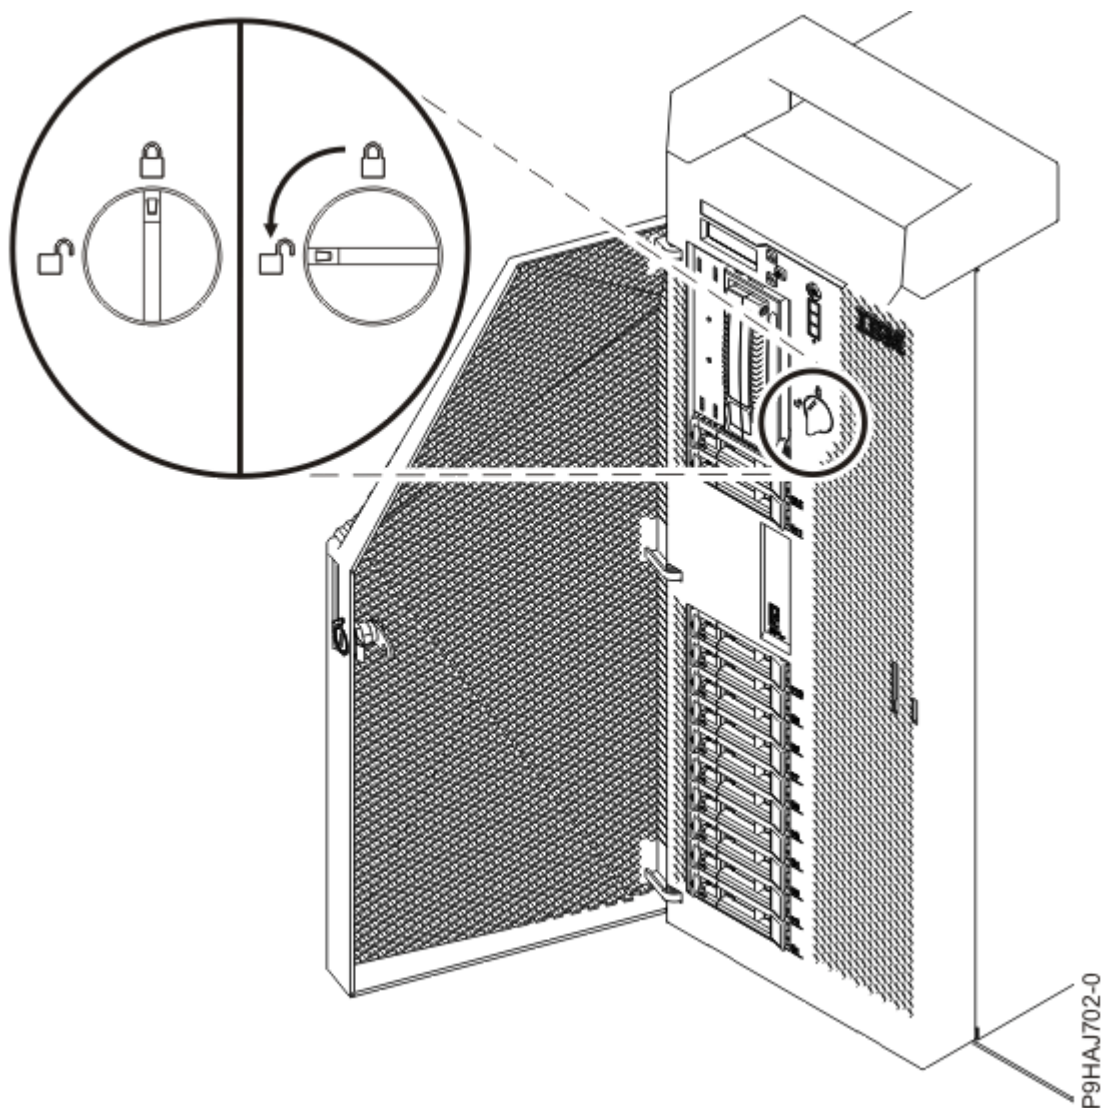

Figure 7. Ouverture du loquet de couvercle avant
- c) Tournez le loquet du couvercle vers la gauche (dans le sens contraire des aiguilles d'une montre) afin de déverrouiller le loquet, comme illustré dans la Figure 7, à la page 9.